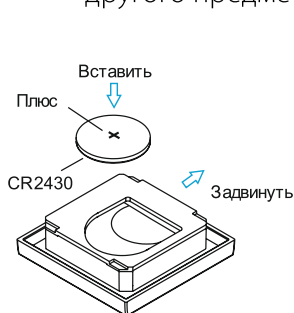

Рис.1. Установка элемента питания
- 3.2. Отсоедините кнопочный блок от рамки (Рис.1.) Извлеките защитную пленку из отсека с элементом питания CR-2430. Если элемент не установлен, установите его, как показано на рисунке, соблюдая полярность. При замене элемента питания, аккуратно сдвиньте его при помощи отвертки или другого предмета и извлеките из кнопочного блока.